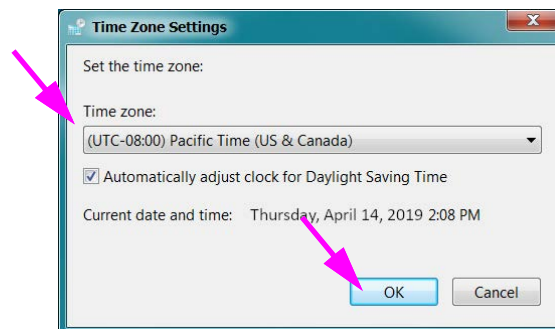

Figure 2-33. Boîte de dialogue Time Zone Settings (Paramètres de fuseau horaire)
5. Cliquez sur le bouton **Change Time Zone (Changer de fuseau horaire)...** La boîte de dialogue Time Zone Settings (Paramètres de fuseau horaire) s'affiche. Voir la Figure 2-33.